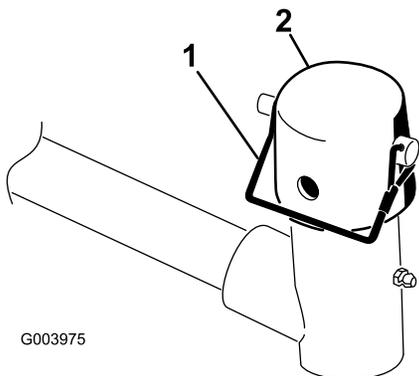

Figura 9
2. Retire el pasador de seguridad y el tapón de la horquilla de pivote del brazo de elevación (Figura 9).
**Nota:** Utilice la ranura si se desea que la unidad de corte sea dirigible, y utilice el taladro si la unidad de corte va a quedar bloqueada en una posición fija (Figura 9).